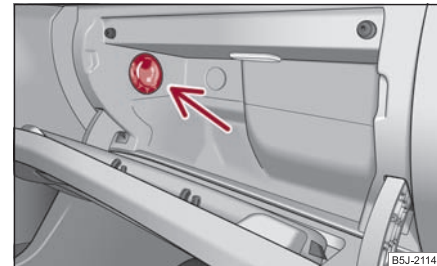

Abb. 107 Ablagefach: Bedienung der Kühlung
- Mit dem Drehschalter ⇒ Abb. 107 schalten Sie die Kühlung ein bzw. aus. ▶